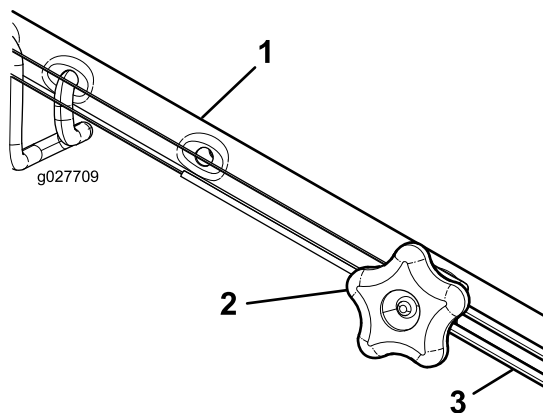

Figura 31
1. Gire el pomo de ajuste en sentido antihorario para aflojar el cable (Figura 31).
2. Ajuste la tensión del cable (Figura 31) tirando del mismo hacia atrás o empujándolo hacia adelante, y sujételo en esa posición.